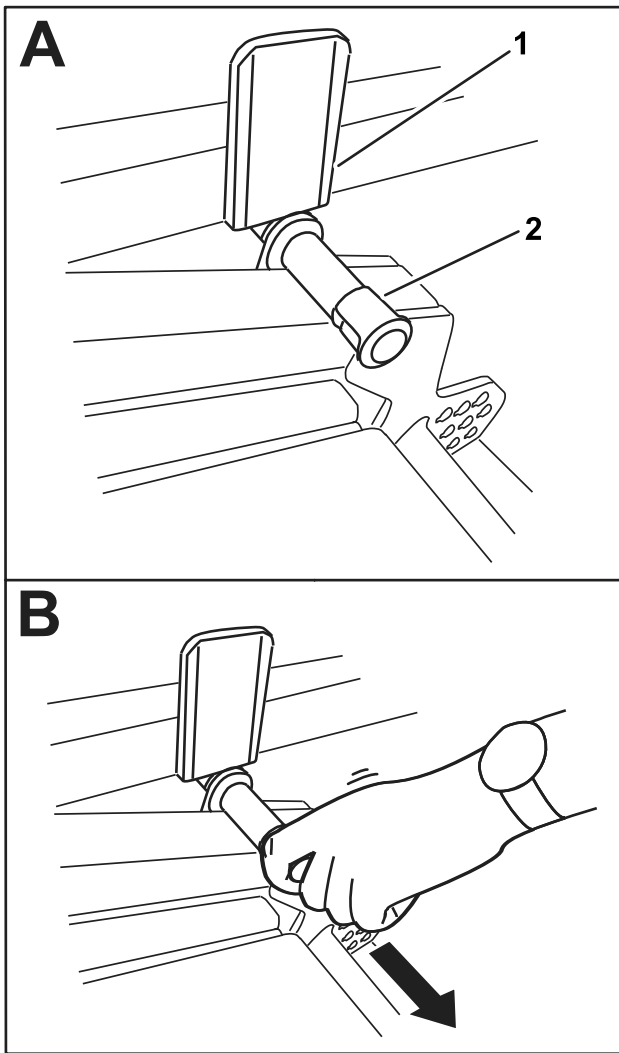

Figura 42
2. Gire la unidad de corte lentamente hacia abajo hasta que el pasador entre en contacto con la placa del brazo de elevación (A en la Figura 42).
3. Presione hacia abajo con el pie sobre la unidad de corte, luego tire hacia fuera del pasador (B en la Figura 42) para dejar que la unidad de corte se asiente en la posición de TRANSPORTE.